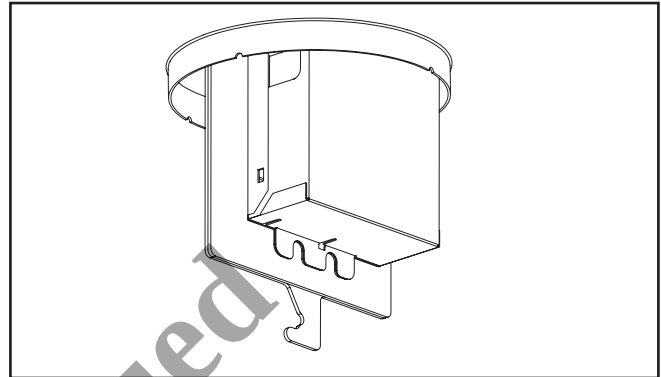

Figure 26.
7. Retirez le pilote via l'accès par le haut ou par l'ouverture du boîtier. L'ensemble de porte de pilote peut aussi être enlevé par l'ouverture du boîtier (Figure 26.).